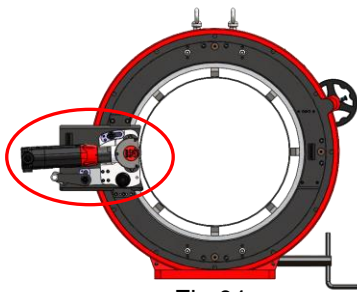

Fig.01
- Mettere il motore di taglio in posizione orizzontale (Fig.01).